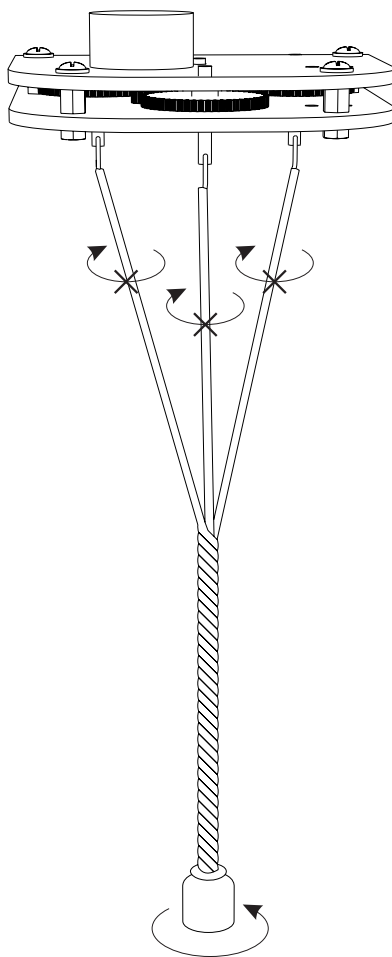

Рисунок 6.
7. Через некоторое время, когда груз (3) приподнимется на 10–15 % длины исходных нитей (2), остановите двигатель, отпустите груз (3), и дайте ему свободно начать вращаться вокруг своей оси, тем самым закручивая исходные нити (2) друг вокруг друга (*рис. 6*).